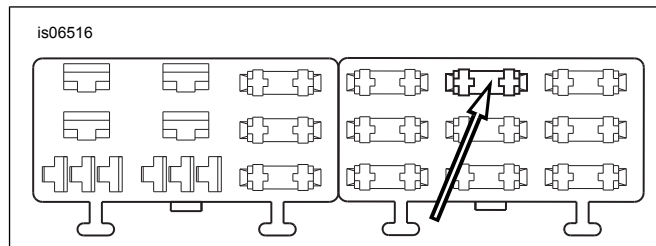

Figura 9. Cavidade do bloco de fusíveis "P&A IGN" (modelos Softail ano 2004 a 2010)
4. Veja Figura 9. Localize a cavidade de fusíveis (1) indicada como "P&A IGN" na tampa do bloco de fusíveis do lado direito. Insira o terminal no fio adaptador laranja/branco até parar. Consulte um terminal próximo instalado na fábrica para comparar e para verificar a orientação e a profundidade corretas.